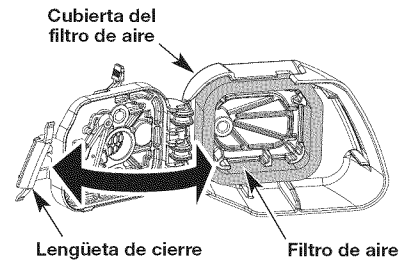

Fig. 22
- Abra la cubierta del filtro de aire presionando hacia dentro la lengüeta de traba y sacando la cubierta del filtro (Fig. 22).
- Retire el filtro de aire (Fig. 22).
- Vuelva a colocar el filtro de aire en la tapa del filtro de aire (Fig. 22).
- Cierre la tapa del filtro de aire haciéndola girar hacia la izquierda y luego haciendo presión sobre la lengüeta de cierre hacia abajo hasta que caiga en su lugar (Fig. 22).